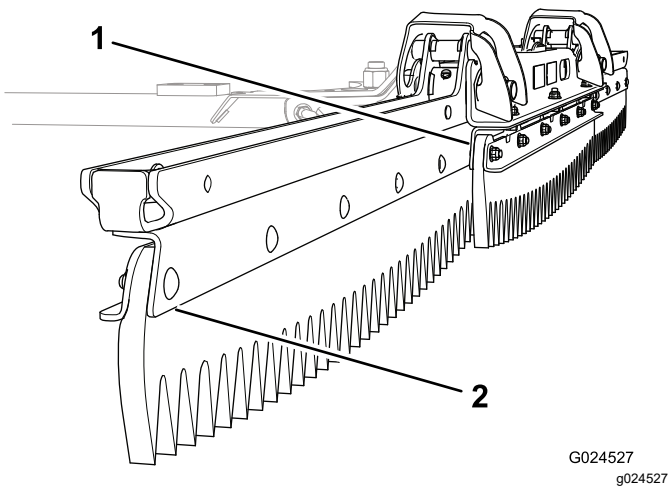

Bild 5
1. Positionieren Sie die Teile so, dass die obere Platte des mittleren Teils nach vorne und die obere Platte jedes seitlichen Teils nach hinten zeigt (Bild 5).